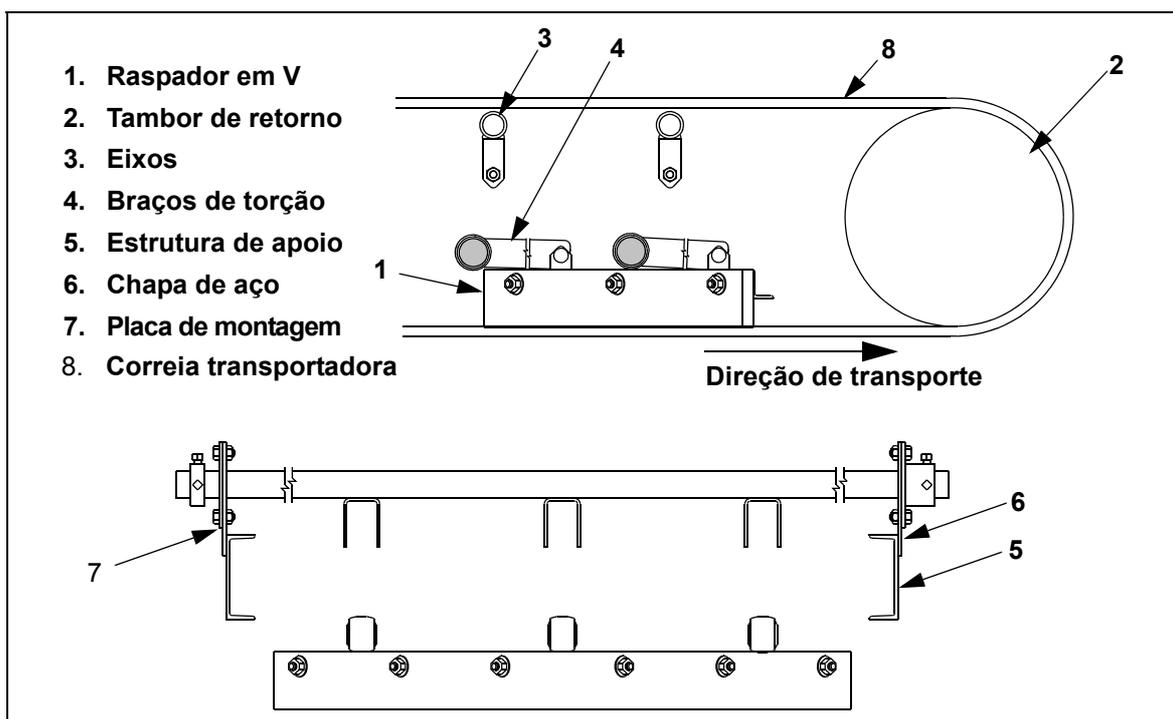

Fig. 1: Posicionamento do raspador em V MARTIN® TORSION ARM™ na correia transportadora
2. Posicionar os eixos (3, fig. 1) conforme a tabela (tab. 3) e as figuras 2 e 3.
- Exemplo: Em caso de utilização do braço de torção (4, fig. 1) com um comprimento de 165 mm, os eixos podem ser posicionados sobre a correia transportadora entre 240 mm (2, fig. 1) e 323 mm.
- Se a estrutura de apoio (5, fig. 1) for demasiado baixa para se colocar os eixos na posição adequada, aparafusar ou soldar quatro chapas de aço (6, fig. 1) com, pelo menos, 10 mm de espessura na estrutura de apoio.
- Se a estrutura de apoio for suficientemente alta para se colocar os eixos na posição adequada, aparafusar ou soldar as placas de montagem (7, fig. 1) para os eixos diretamente na estrutura de apoio.